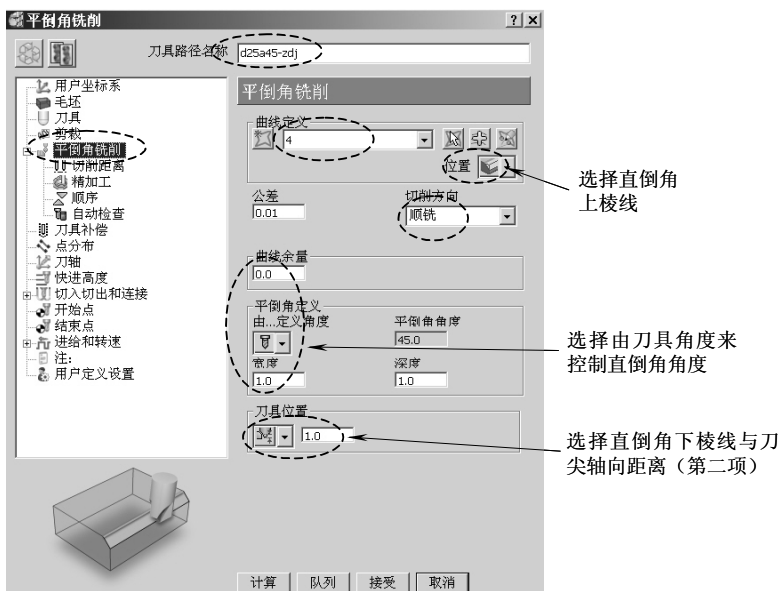

图 6-123 设置平倒角铣削参数
2) 计算平倒角刀具路径：在 PowerMILL 综合工具栏中，单击刀具路径策略按钮, 打开“策略选取器”对话框，选择“2.5 维区域清除”选项卡，在该选项卡中选择“平倒角铣削”，单击“接受”按钮，打开“平倒角铣削”表格，按图 6-123 所示设置参数。